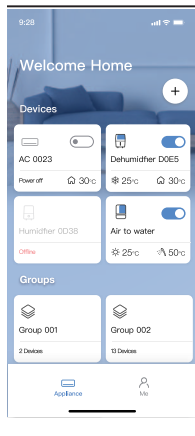

Rys. 4.4.2
2. Wyświetlenie kodu QR. (Rys. 4.4.2)